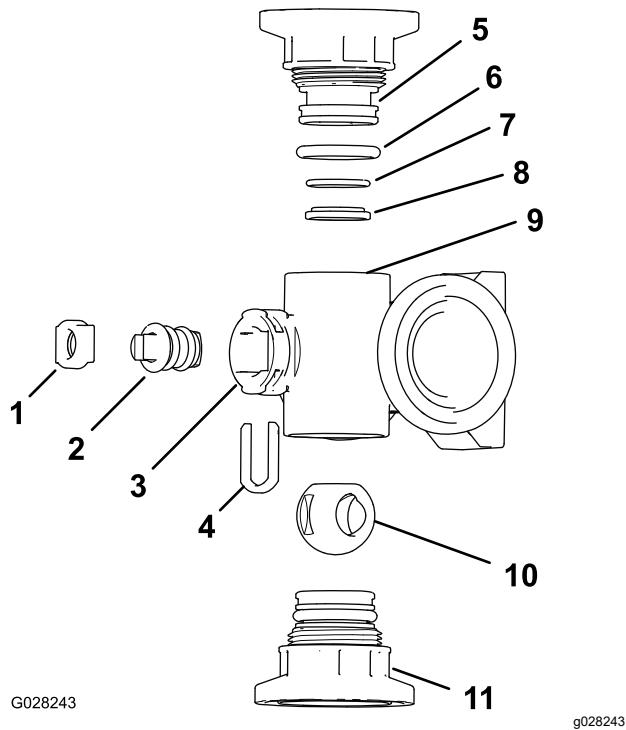
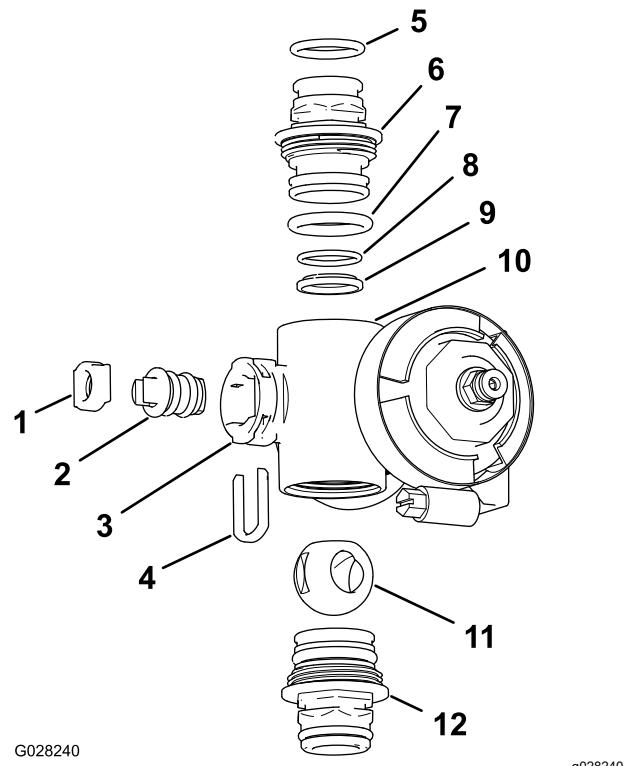

図129
図130
2. マニホールドのボディ両端部にあるエンドキャップフィッティングアセンブリ2個を取り外す図129と図130。
- マニホールド内部のステムポートのスロットからステムリテーナを取り外す図129と図130。
- マニホールドからステムリテーナとバルブシートを取り外す図129と図130。
- マニホールドボディの中に手を入れてバルブシステムアセンブリを取り出す図129と図130。
1. 出口フィッティングのOリング個別ブームバルブマニホールドのみ、エンドキャップのOリング、バックシートのOリング、ボールシートそれに傷や過度の摩耗がないか点検する図129と図130。
2. バルブのステムにシリコーングリスを塗り、ステムをバルブシステムシートに取り付ける図129と図130。
3. バルブシステムとシートをマニホールドに取り付けてステムリテナで固定する図129と図130。
4. バックシートのOリングとボールシートが相互に整列しており、エンドキャップのフィッティングに適切に収まっていることを確認する図129と図130。
5. エンドキャップフィッティングアセンブリをマニホールドボディに取り付け、エンドキャップフィッティングのフランジがマニホールドのボディに接触したら図129と図130、その位置からさらにバルブを1/8-1/4回転締め付ける。